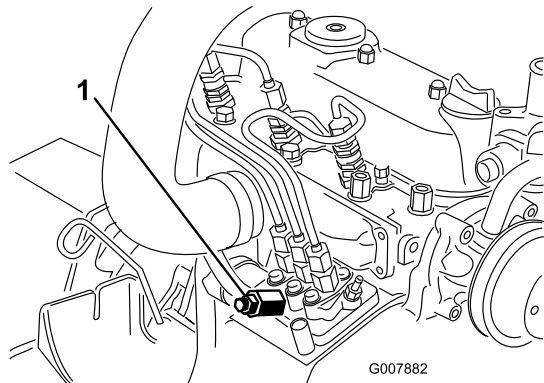

Figura 49
3. Mettete un cencio sotto la vite di spurgo dell'aria, sulla pompa d'iniezione del carburante, ed apritela (Figura 49).